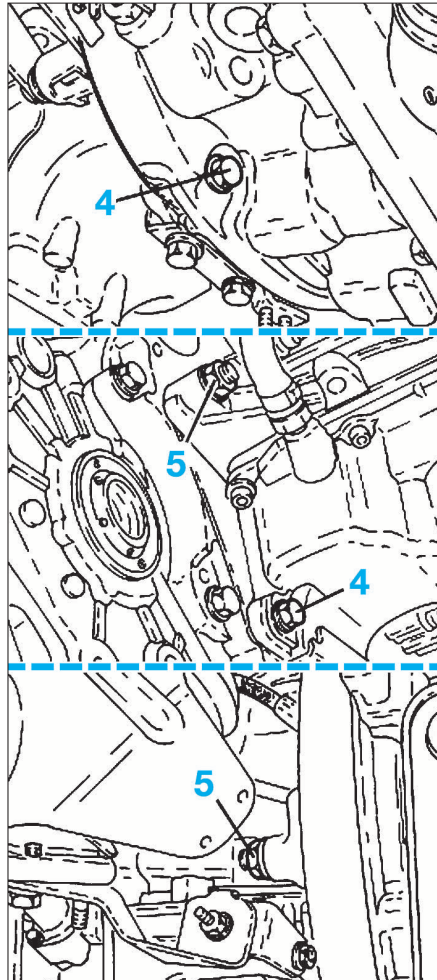

FIG. 4
- Déposer les vis (4) et écrous (5) de fixation de la boîte sur le moteur (Fig.4).